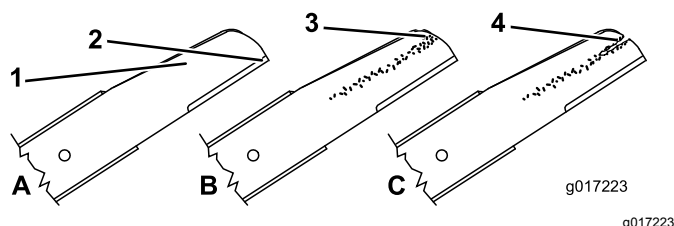

Bild 41
- Untersuchen Sie die Schnittkanten (Bild 41). Bauen Sie die Schnittmesser aus und schärfen oder tauschen sie aus, wenn die Kanten nicht scharf sind oder Kerben aufweisen.
- Prüfen Sie die Schnittmesser, insbesondere den gebogenen Bereich (Bild 41). Wenn Sie Schäden, Verschleiß oder Rillenbildung in